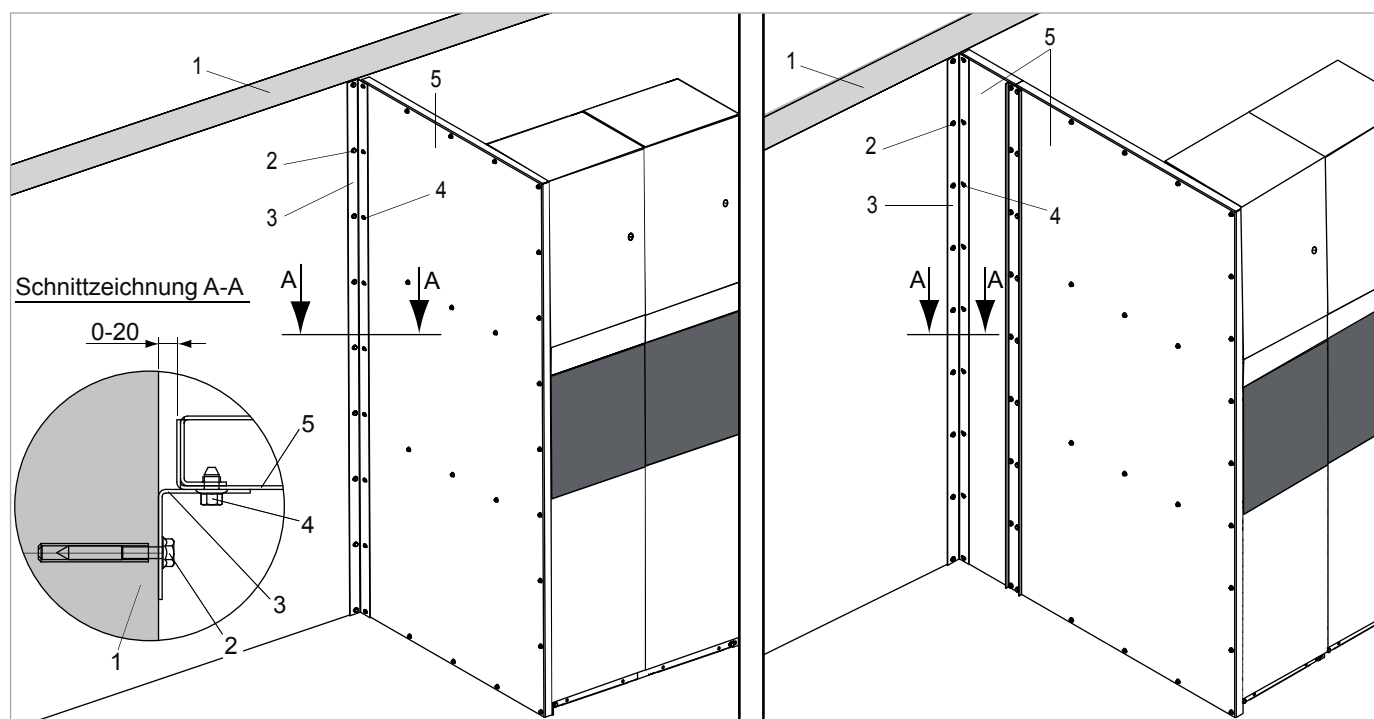

Fig. 48
Le recouvrement d'interstice arrière est placé entre la paroi finale montée et le mur du bâtiment (Fig. 48).
3. Visser le recouvrement d'interstice arrière sur le mur du bâtiment (Fig. 48, pos. 5, couple de serrage 10 Nm).